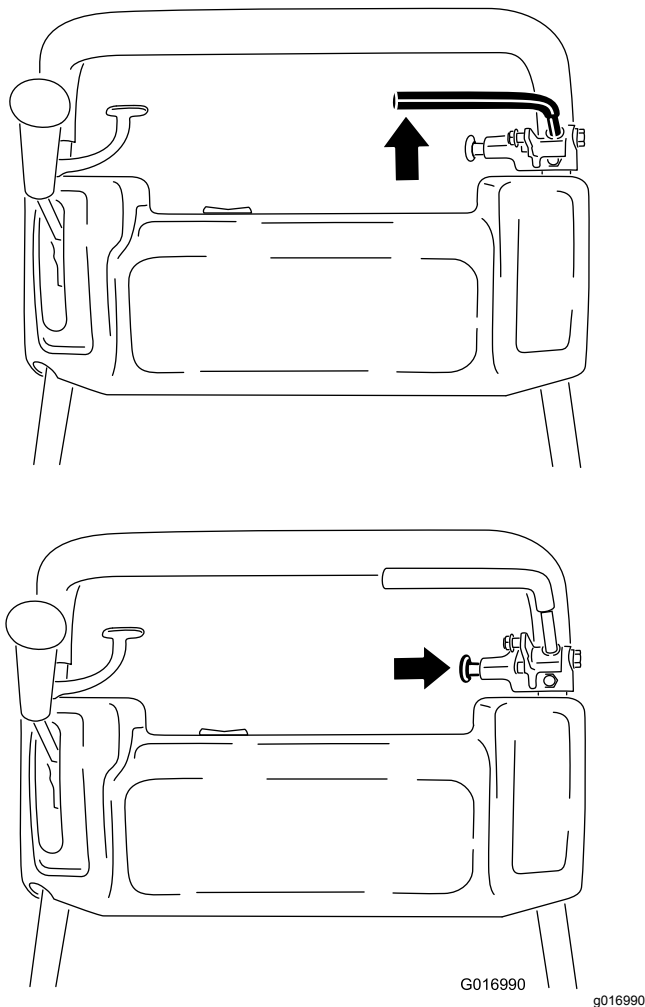

図 37
1. 常用ブレーキを十分に掛けた状態で、駐車ブレーキのノブを押し込んで常用ブレーキが駐車ブレーキピンに載った状態にする 図 37。